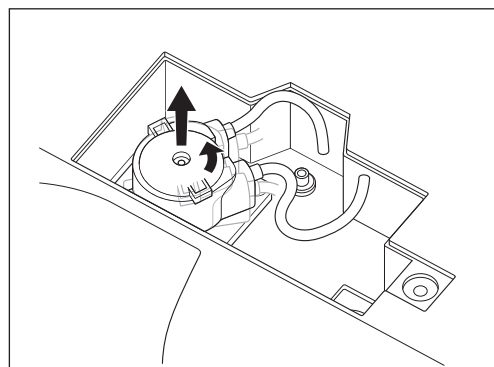

Abb. 53
- 5) Drehen Sie den Kühlmittelpumpensatz gegen den Uhrzeigersinn, bis ein Klicken zu hören ist, und ziehen Sie ihn dann heraus (Abb. 53).